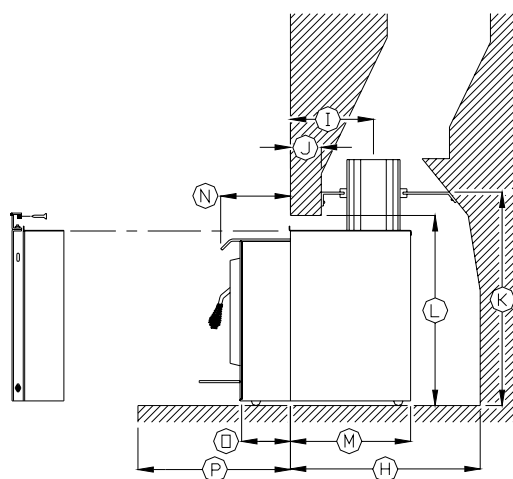

Figure 5
- A. Rapportez-vous au tableau et à la figure 5 afin de choisir l'emplacement de la plaque de raccord positif. La plaque sera plus facile à installer si vous choisissez de mettre l'ouverture prévue pour le conduit de fumée quelque part entre les positions extrêmes. Vous pourrez ainsi profiter des possibilités de réglage de la plaque avant pour compenser tout problème d'ajustement. Sinon, on peut aussi déplacer la plaque vers l'arrière et le haut à l'aide d'une rallonge de 152 mm (6") qui se monte directement sur le conduit de fumée.
4. MISE EN PLACE DE L'APPAREIL: Plus le poêle fait saillie dans la pièce, plus il y a transfert de chaleur. Lorsque le poêle encastrable sort au maximum dans la pièce, on installe le côté avant du conduit de circulation d'air de niveau avec la façade du foyer. Sinon, on peut faire reculer le poêle de 89 mm (3.5") max. ou choisir n'importe quelle position intermédiaire. La position choisie dépendra de votre préférence dans la plupart des installations [lorsque le linteau fait moins de 152 mm (6") et la profondeur dépasse 318 mm (12.5")]. Référez-vous au tableau et à la figure 5 ci-dessous.